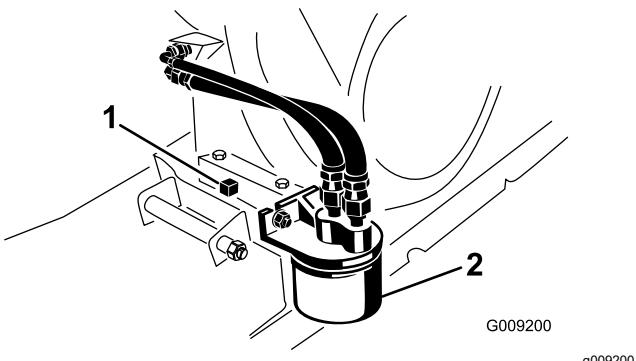

Figura 34
6. Collocate una bacinella di spurgo sotto il tappo di svuotamento (Figura 34).
7. Togliete il tappo di spurgo e la guarnizione (Figura 34).
2. Togliete il vecchio filtro dell'olio (Figura 34).
4. Inserite il nuovo filtro sul relativo adattatore in modo che la guarnizione sia a contatto con la piastra di appoggio, quindi serrate il filtro di un ulteriore 1/2 o 3/4 di giro (Figura 34).